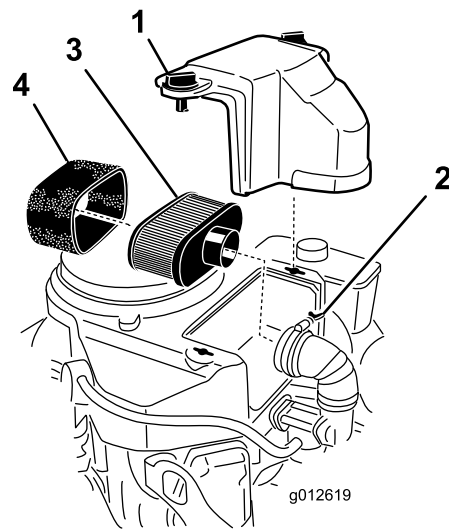

Figura 25
6. Instale el pasador de horquilla entre las palancas de avance y los cierres de bloqueo de punto muerto e introdúzcalo en los pasadores de seguridad (Figura 25).
3. Limpie alrededor del limpiador de aire de forma que la suciedad no penetre en el motor y cause daños (Figura 25).
4. Desenrosque los pomos de la cubierta y retire la cubierta del limpiador de aire (Figura 25).
5. Desenrosque la abrazadera y retire el conjunto del limpiador de aire (Figura 25).
6. Retire cuidadosamente el filtro de gomaespuma del filtro de papel (Figura 25).
1. No limpie el filtro de papel, cámbielo (Figura 25)
1. Deslice cuidadosamente el filtro de gomaespuma sobre el filtro de papel (Figura 25).
2. Coloque el conjunto del limpiador de aire sobre la base del limpiador de aire y fíjelo con 2 tuercas de orejeta (Figura 25).
3. Coloque en su posición la cubierta del limpiador de aire y apriete el pomo de la cubierta (Figura 25).